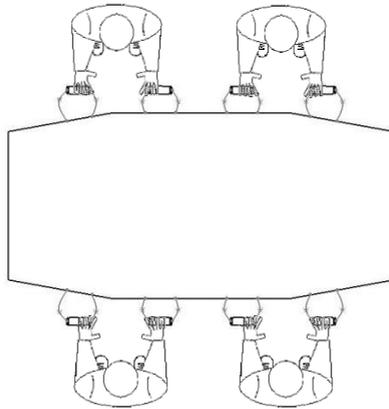

Abbildung 4
6. Nun können mindestens 4 (vier) Personen die Matratze mit den Griffen heben und den ruhiggestellten Patienten auf der entsprechenden Transportunterlage positionieren (Abb. 4).